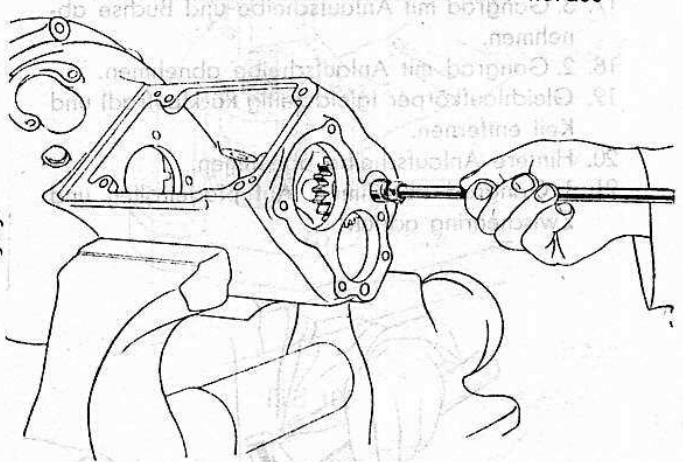

Bild 98
- 13. Gegenmutter der Sicherungsschraube für die Rücklaufachse am Getriebegehäuse außen lösen und Sicherungsschraube herausschrauben. Rücklaufachse mit Dorn nach hinten herausschlagen oder mit Gewindestange herausziehen, Achse und Rücklaufrad herausnehmen (Bild 98).